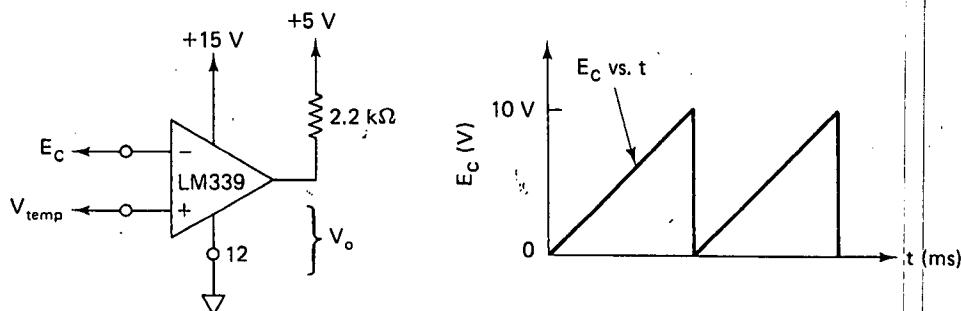

FIGURA P2-14
- 2-14.** En la figura P2-14 la frecuencia de la onda portadora E_c es constante de 50 Hz. Si $V_{temp} = 5$ V, (a) calcule el tiempo alto T_H ; (b) trace la gráfica de V_o en función del tiempo.